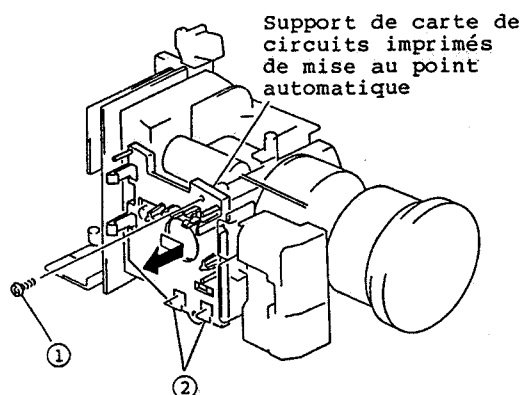
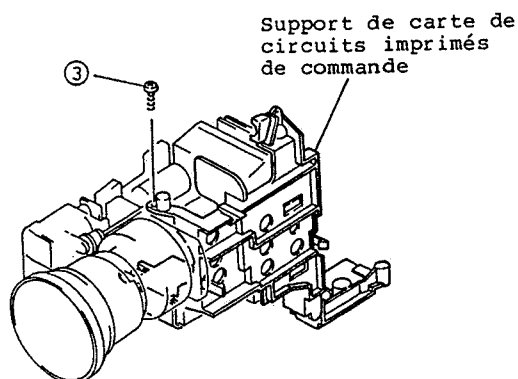

Fig. 2-101
Fig. 2-102
1. Retirer une (1) vis de fixation immobilisant le support de carte de circuits imprimés de mise au point automatique. (Se reporter à la figure 2-101)
2. Libérer les deux (2) segments de fixation et retirer le support de carte de circuits imprimés de mise au point automatique en agissant dans la direction indiquée par la flèche.
3. Retirer une (1) vis de fixation immobilisant le support de carte de circuits imprimés de commande. (Se reporter à la figure 2-102)